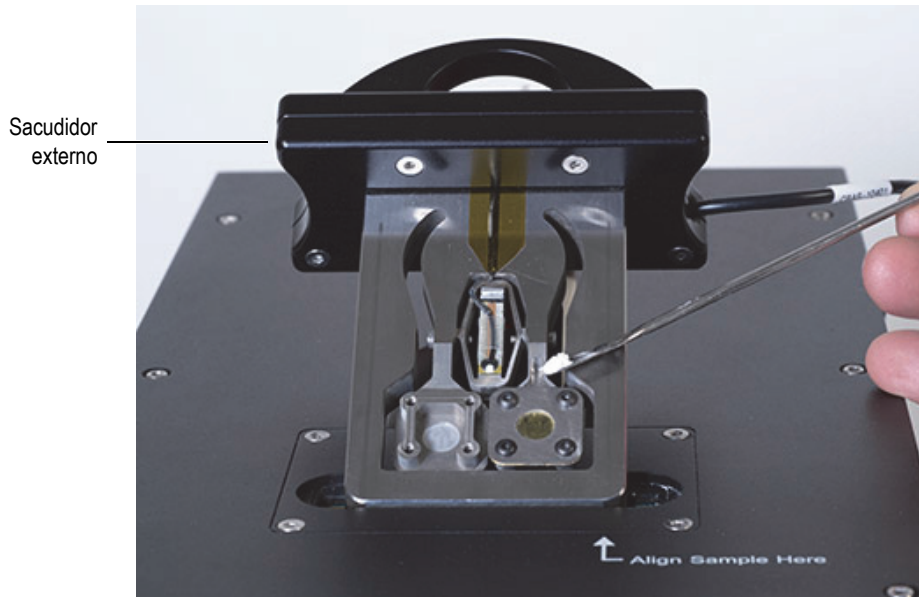

Figura 3-14 Colocar a amostra
2. Insira o transportador de amostra no sacudidor externo e carregue gradualmente uma pequena quantidade de material (suficiente para preencher a lacuna criada pelo espaçador) no lado A do conjunto de células (veja Figura 3-14 na página 46). O material deve ser de aproximadamente 50 mg de pó grosseiramente moído (100–150 µm).